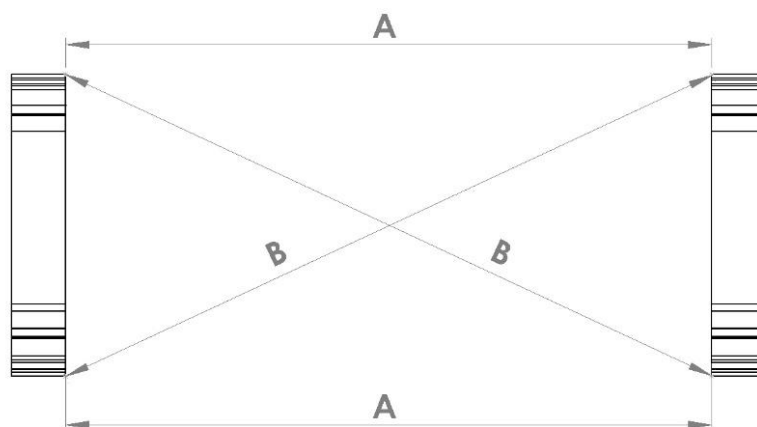

Rys. 1
- 1) Rozpocznij montaż od ułożenia gumowej podkładki (17 cm x 87 cm) w miejscu, w którym planujesz usytuować skrajną podstawę betonową (Rys. 1). Gumowa podkładka powinna zostać położona dłuższą krawędzią prostopadle do kierunku przyszłego ułożenia rzędu.